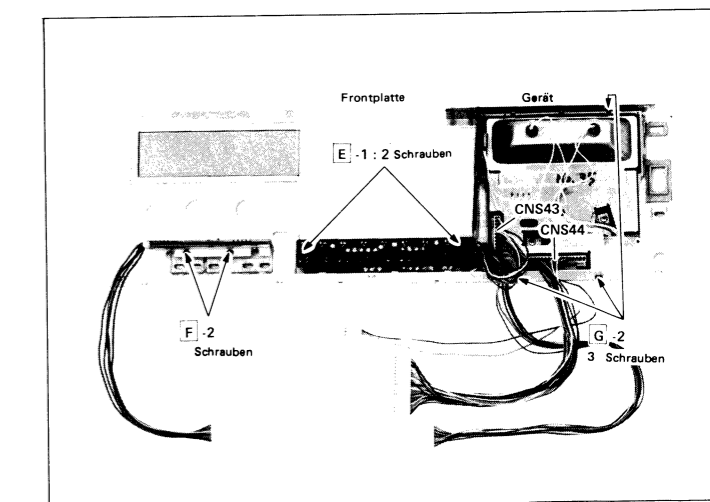

Abbildung 6-3
1. Die zwei Schrauben, die die Mechanismussteuerungsschalter-Leiterplatte befestigt halten, entfernen. (Siehe Abb. 6-3)
2. Die zwei Schrauben, die die Bandwahlanzeigeleiterplatte befestigt halten, entfernen. (Siehe Abb. 6-3)
2. Die drei Schrauben, die die mikroprozessor-gesteuerte Einheit befestigt halten, entfernen. (Siehe Abb. 6-3)
4. Die zwei Steckverbindungen (CNS43, 44) durch Herausziehen abtrennen. (Siehe Abb. 6-3)